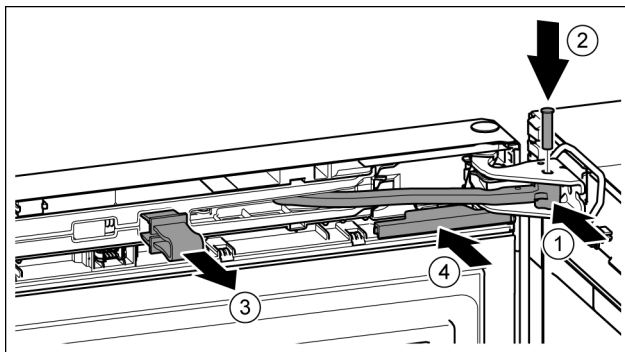

Fig. 22
- Gelenk in Lagerbock drehen. Fig. 22 (1)
- Bolzen in Lagerbock und Gelenk einsetzen. Dabei darauf achten, dass der Rastnocken korrekt in der Nut sitzt. Fig. 22 (2)
- Sicherung abnehmen. Fig. 22 (3)
- Abdeckung aufschieben. Fig. 22 (4)